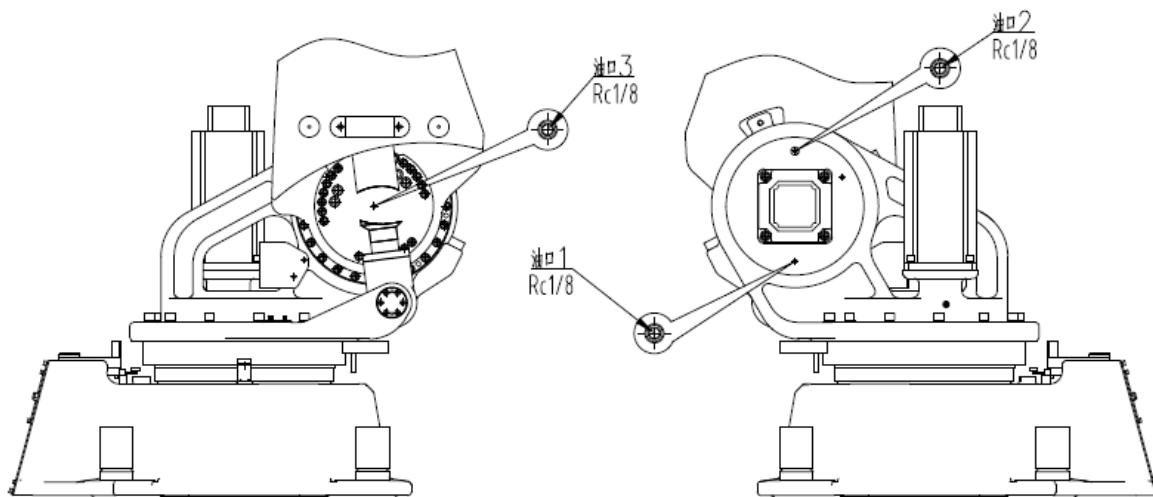

图 16 J2 轴油口位置
- ③ 从排油口完全排出旧油，开始排出新油时（旧油与新油可通过颜色辨别），说明油脂更换结束；
- ④ 安装排油口堵塞前，运动 J1 轴几分钟，使多余的油脂从排油口排出；
- ⑤ 用布擦净从排油口排出的多余的油脂，在排油口安装堵塞。堵塞的螺纹处应缠生胶带并用扳手拧紧。
5.3.2 J2 轴减速器油脂补充和更换步骤**(1) 油脂补充步骤（参考图 16）**
(2) 油脂更换步骤（参考图 16）